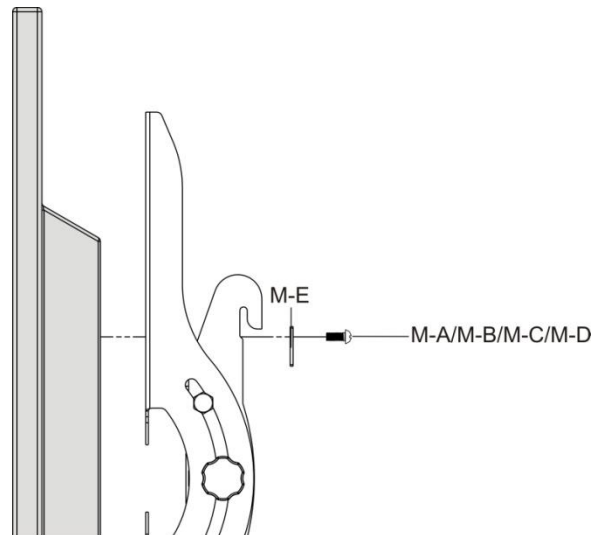

Fig. 6
- Iniziare con la vite più corta, passarla attraverso la rondella e la staffa, quindi farla entrare nello schermo, come indicato nella Fig. 6.